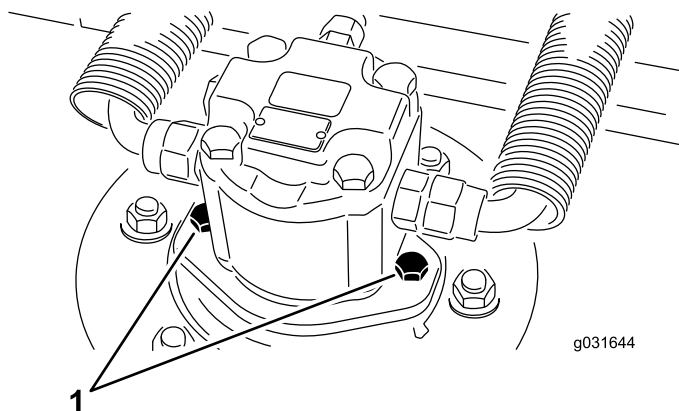

Bild 68
2. Entfernen Sie die Befestigungsschrauben des Hydraulikmotors, klemmen Sie den Hydraulikmotor vom Mähwerk ab und entfernen Sie ihn (Bild 68).
4. Bringen Sie mithilfe der Befestigungsschrauben des Hydraulikmotors den Hydraulikmotor am Mähwerk an (Bild 68).